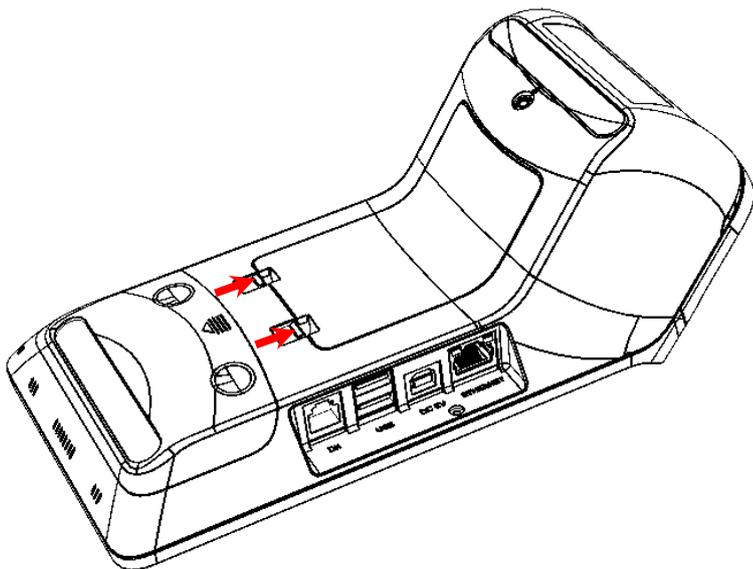

Рисунок 8. Направление приложения усилий при снятии крышки отсека
21. Закрыть отсеки для ФН и АКБ крышками (рисунок 8 и рисунок 5 соответственно).